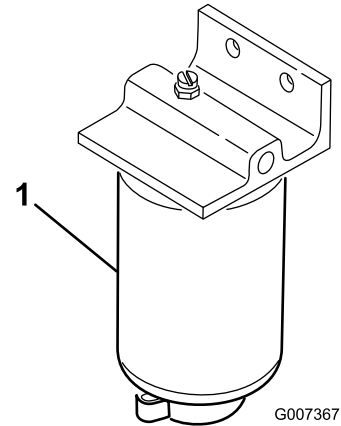

図 46
1. 燃料フィルタの下に汚れのない容器をおく図 46。
2. フィルタ容器の周辺をウェスできれいにぬぐう 図 46。